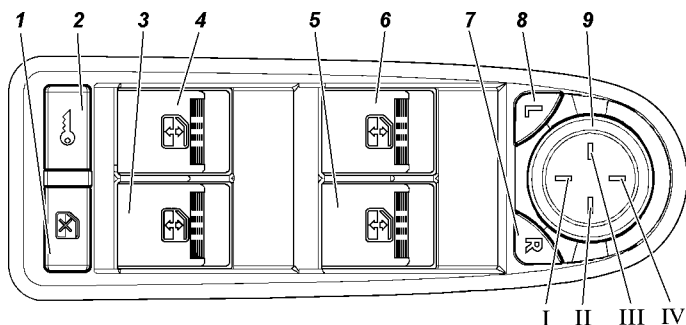

Рис. 3.14. Модуль переключателей на двери водителя с мультиплексным управлением:
Система может быть переведена в режим быстрой разблокировки двери водителя, когда при однократном нажатии на кнопку 2 ПДУ или повороте ключа в замочной скважине водительской двери происходит только разблокировка двери водителя, а при повторном нажатии на кнопку 2 ПДУ или кнопку 2 (рис. 3.14) МДВ - разблокировка остальных боковых дверей и двери задка.
- нажать выключатель 2 (рис. 3.14) МДВ. Каждое нажатие производит блокировку или разблокировку замков.
Управление положением стекла производится выключателями, расположенными на подлокотниках соответствующих дверей автомобиля. На подлокотнике двери водителя выключателями 3,4,5,6 (рис. 3.14), осуществляется управление перемещением положения стекол боковых дверей.
Управление электроприводом левого и правого наружных зеркал производится единым переключателем 9 (рис. 3.14), расположенным на МДВ. Выбор подлежащего регулировке по командам от переключателя зеркала производится одним из выключателей 7 или 8 МДВ - кнопок выбора зеркала. Одновременная регулировка положения левого и правого зеркал невозможна.